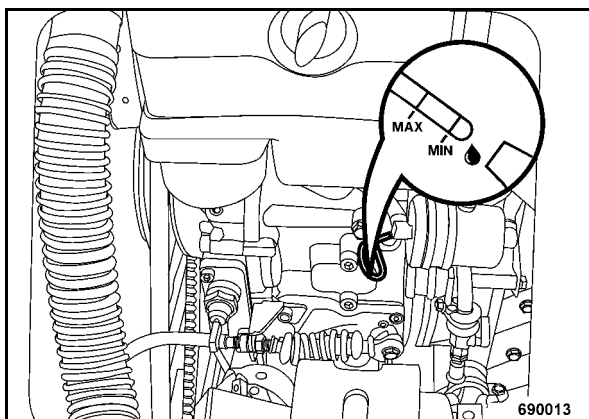

рис. 52
- После непродолжительного пробного пуска проверить уровень масла на стержневом указателе уровня (рис. 52). Уровень масла должен находиться на верхней метке; при необходимости, долить масло.